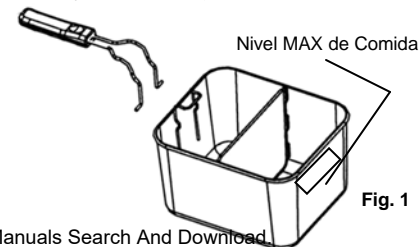

Fig. 1
- Use siempre el mango para sacar la canasta freidora. Siempre verifique que el mango esté enganchado correctamente a la canasta freidora. Para enganchar el mango a la canasta, apriete los costados del mango para que entren dentro del soporte metálico de la canasta. Tire del mango hacia usted para que se enganche en su lugar. (Fig. 1)